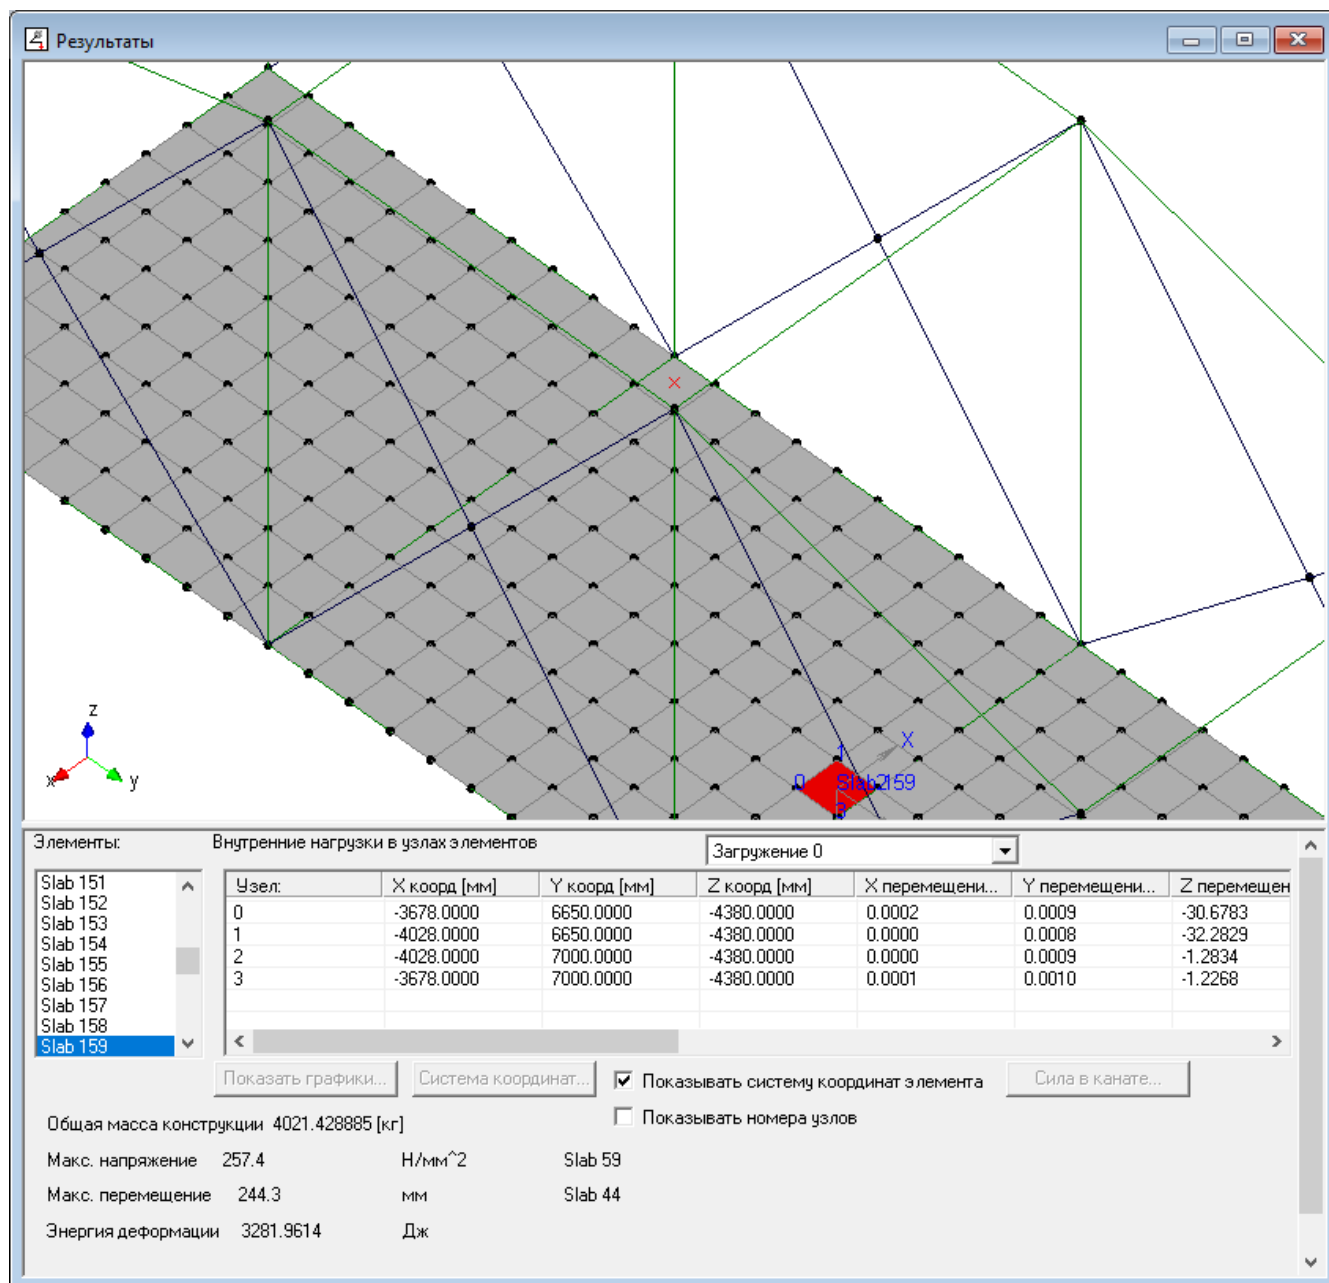

Рис. 2.24
7.2. Просмотр результатов расчета внутренних силовых факторов в узлах пластинчатых элементов. Для просмотра внутренних нагрузок в узлах пластин выбираем в меню **Результаты** пункт **Нагрузки....** Затем в открывшемся диалоговом окне «Результаты» (рис. 2.24) указываем тот элемент, результаты расчета которого необходимо просмотреть. Выбор элемента можно осуществить либо с помощью списка элементов, либо простым щелчком на нем в режиме выбора элементов.